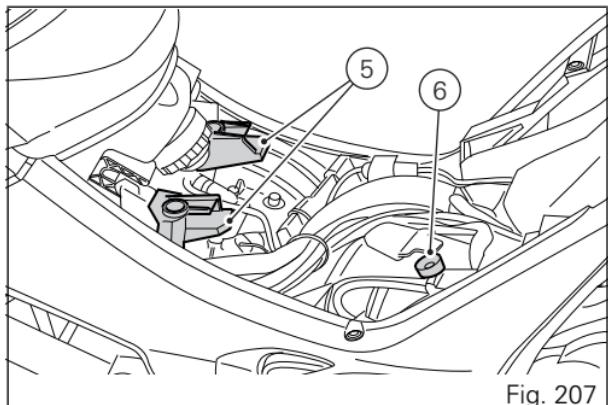

Fig. 207
Colocar la parte delantera del asiento piloto (4) con ojales (7), en las guías (5, Fig. 207) e introducir el perno (6, Fig. 207) en el alojamiento (8).
Asegurarse de que el perno (6, Fig. 207) se encuentre en su alojamiento (8).